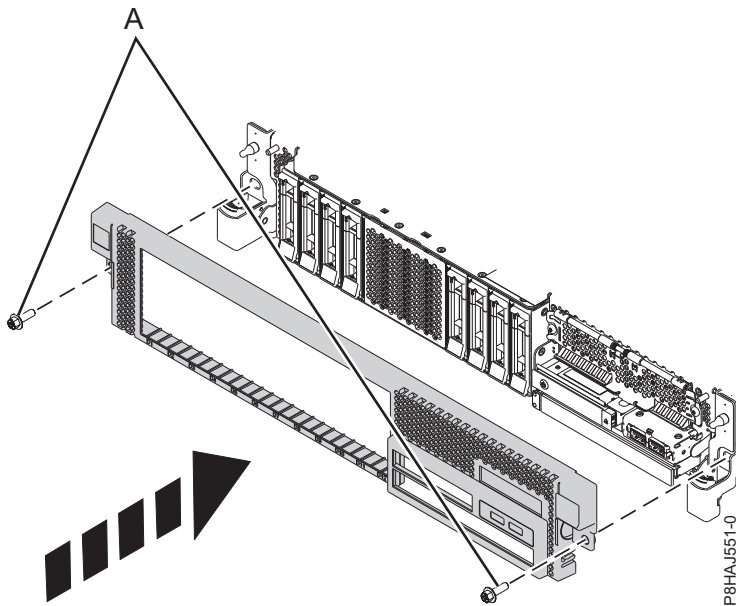

図 19. 前面カバーの取り付け
3. 40 ページの図 19 に示す方向にリリース・ラッチを押して、閉じます。 カチッという音がしてカバーが正しい位置に収まります。カバーにはより簡単につかむことができるくぼみがあります。
4. 配送用ねじ (A) を再取り付けします。